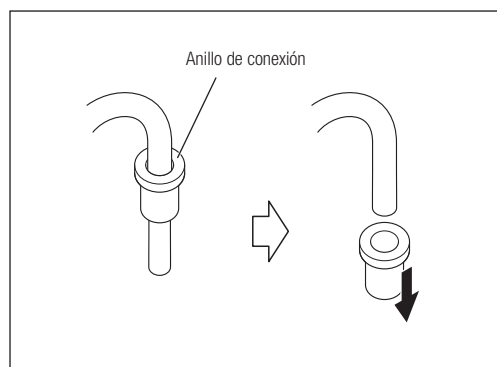

Fig. 51
- 4) Retire el anillo de conexión del tubo de irrigación. No lo deseche. Puede utilizar el anillo en el conjunto de bomba de irrigación de sustitución (Fig. 51).